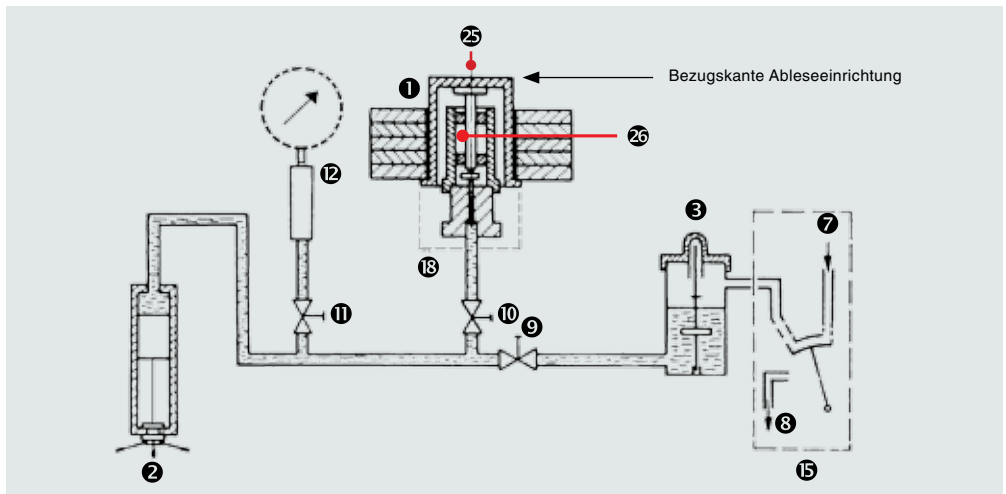

Abbildung 3: Schematische Darstellung
- Den Druck durch Drehen der Spindelpumpe nachregeln, bis sich die Oberkante der Massenauflage 14 (⇒ Abb. 3) mit der Marke auf dem Spiegel der Ableseeinrichtung 5 deckt.